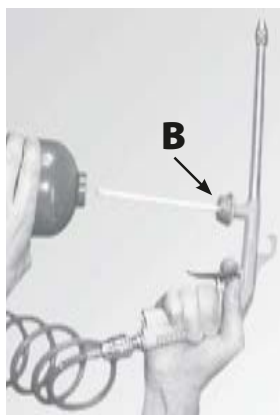

Рис. 17
- 3. Открутите стакан **A** от корпуса пистолета **B** (рис. 17). Заполните его нужным веществом и снова прикрутите стакан к корпусу пистолета **B**.